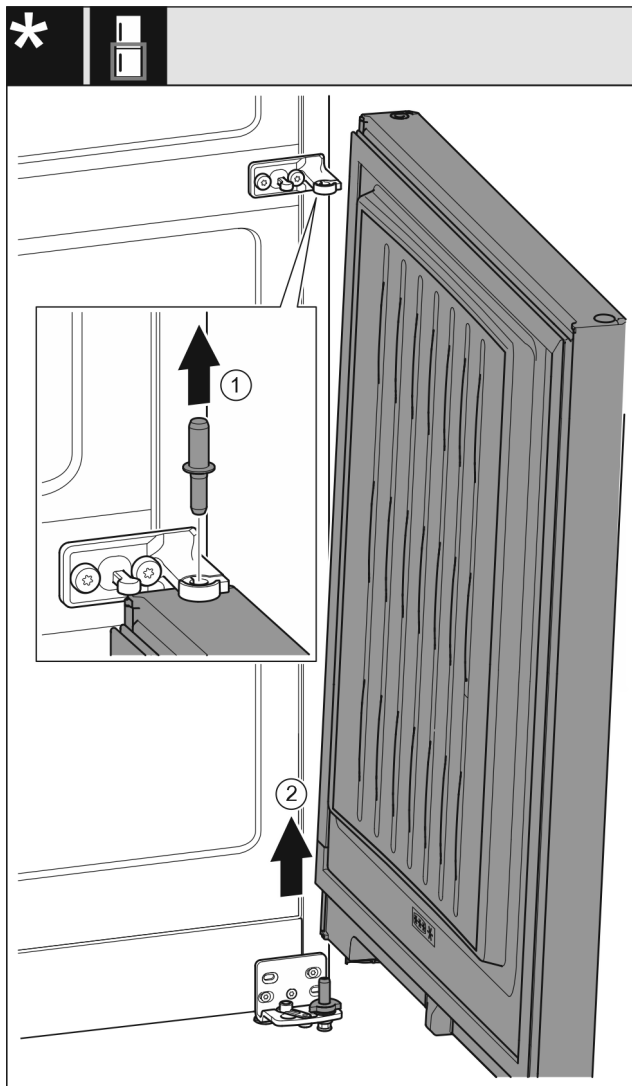

Fig. 10 Be uždarymo amortizatoriaus
- ▶ Ištraukite kaištį Fig. 10 (1) į viršų.
- ▶ Pasukite duris Fig. 10 (2), ištraukite jas į viršų ir pastatykite į šoną.